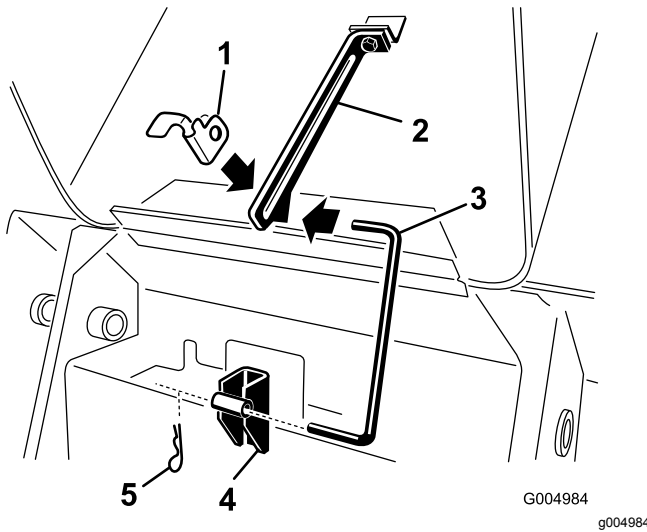

Figura 41
4. Tirare la chiavetta a forcella dall'estremità inferiore dell'asta di supporto del cofano e sfilare l'asta di supporto dalle staffe e dalla linguetta dell'asta di supporto (Figura 41).
8. Installare l'asta di supporto nelle staffe e nell'apposita linguetta e fissarla con la chiavetta a forcilla (Figura 41).